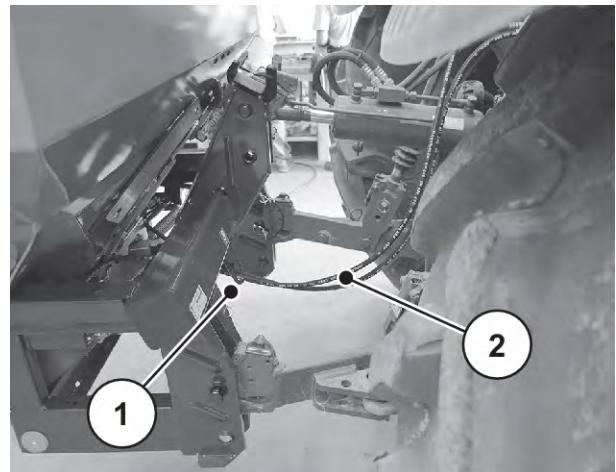

Рис. 25: Направляющая гидравлических шлангов
- ▶ Проложите гидравлические шланги под поперечной трубой. См. *Рис. 25 Направляющая гидравлических шлангов*